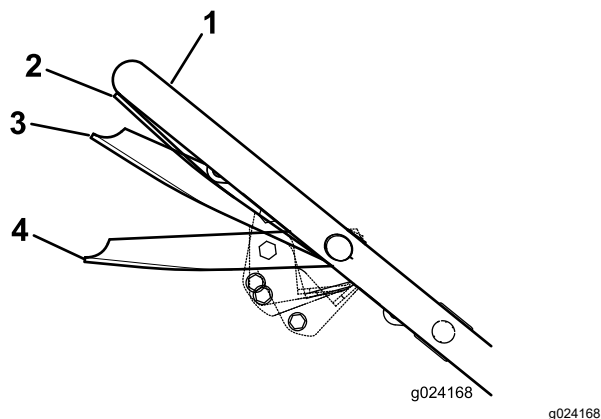

Figure 15
3. Serrez la barre de commande contre le guidon en position Marche/Déplacement (Figure 15).
Important: Ne changez pas de vitesse lorsque vous serrez la barre de commande contre le guidon en position Marche/Déplacement au risque d'endommager la transmission. Placez la barre de commande en position Marche/Changement (Figure 15) pour changer de vitesse de déplacement.